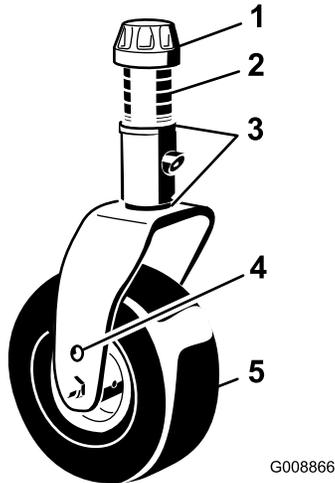
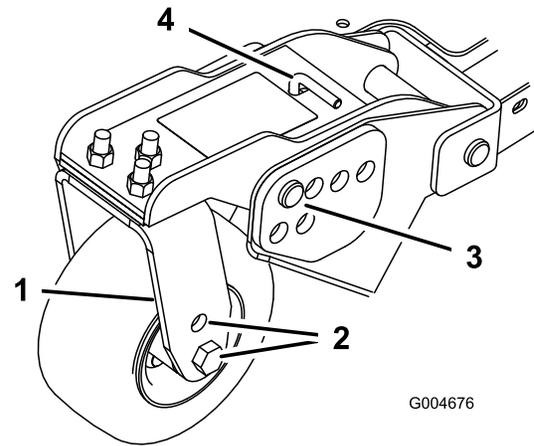
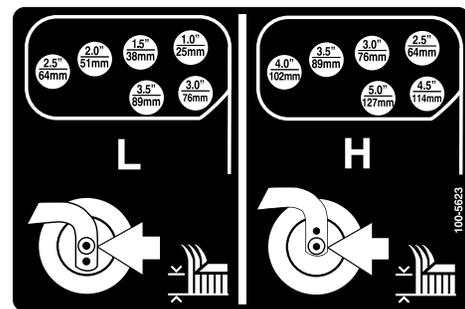

Figura 21
Figura 23
Figura 24
- Coloque los ejes de las ruedas giratorias en el mismo taladro en todas las horquillas (Figura 21 y Figura 23).
- Retire el casquillo tensor del eje (Figura 21) y deslice el eje fuera del brazo de la rueda giratoria. Coloque los dos suplementos (3 mm) en el eje de la misma forma que en la instalación original. Estos suplementos son necesarios para obtener el mismo nivel en toda la anchura de las unidades de corte. Coloque el número adecuado de espaciadores de 13 mm (consulte la tabla siguiente) en el eje para conseguir la altura de corte deseada, luego coloque la arandela en el eje.
- Retire el pasador de horquilla y las chavetas de los brazos de pivote de las ruedas giratorias (Figura 23).
taladros seleccionados del soporte de ajuste de la altura de corte en el bastidor de la unidad de corte (Figura 23 y Figura 24).
Para ajustar los patines, retire el perno con arandela prensada y las tuercas, coloque los patines en la posición deseada y vuelva a colocar las fijaciones (Figura 24).